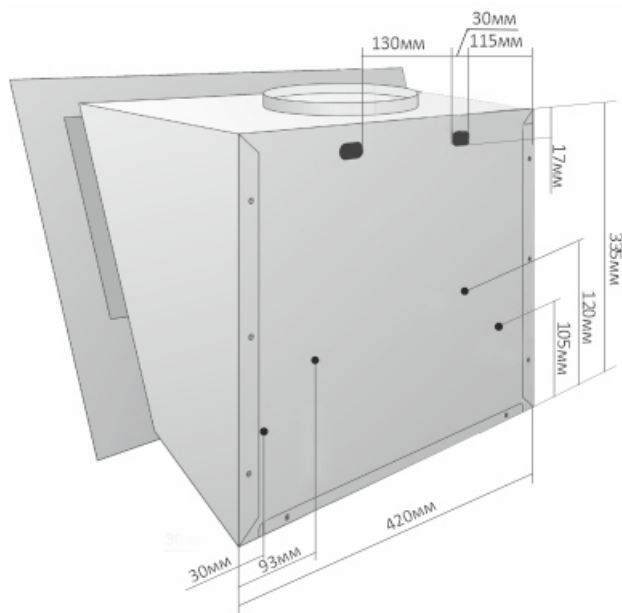

Рис. 9 Крепежные отверстия на задней стенке корпуса вытяжки, размеры корпуса.
1. Навесьте изделие на крючки прикрепленного кронштейна. Отметьте внутри вытяжки места крепления к стене через предусмотренные отверстия на задней стенке корпуса вытяжки. Снимите изделие. (Рис. 9)